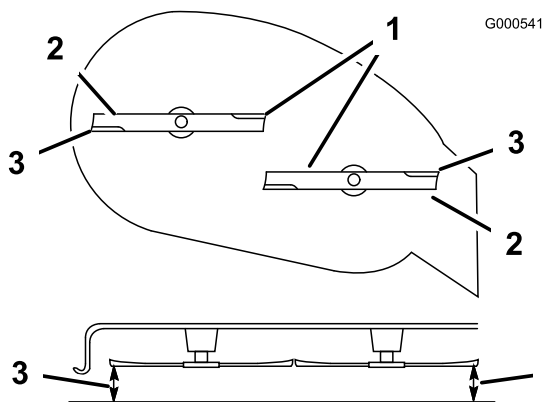

Figura 39
5. Fate ruotare con cautela la lama (o lame) da un lato all'altro (Figura 39).
- 6. Misurate la distanza tra i taglienti esterni e la superficie piatta (Figura 39). Se entrambe le misure non rientrano nella tolleranza di 5 mm è necessario regolare; proseguite l'operazione.